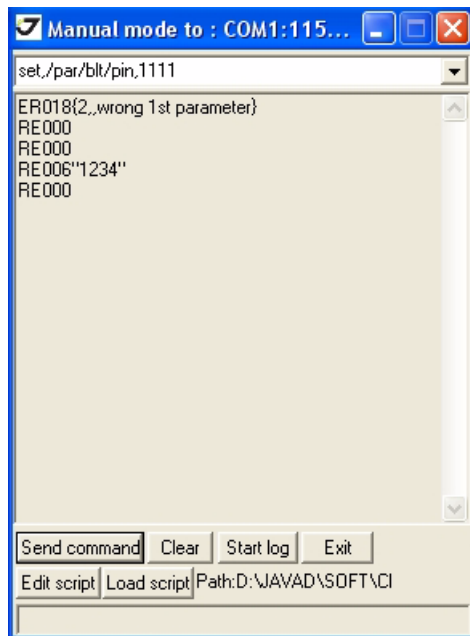

Рисунок 2-10. Manual Mode
4. В командной строке введите команды из Табл. 1 и нажмите кнопку *Send command* (Рисунок 2-10). Подробнее см. в *GREIS (GNSS Receiver External Interface Specification)*, имеющемся на сайте компании JAVAD GNSS.